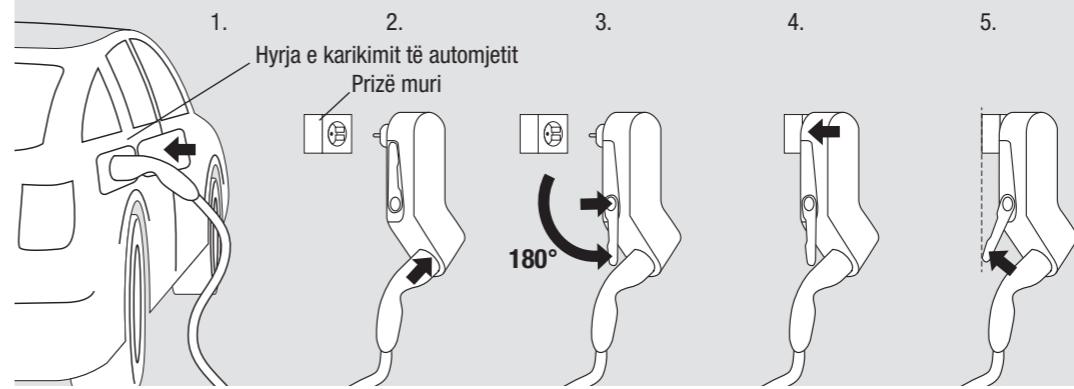

Fig. 2 Sekuenca e karikimit
- Përdorni vetëm Mobility Dock të varur vertikalisht dhe të mbështetur në një prizë muri për të shmangur tërheqjen e prizës (shiko foton fig. 2). Ngarkesat e mëdha mund të dëmtojnë Mobility Dock dhe/ose prizën e energjisë.
- Mos e lidhni dokun e lëvizshmërisë (Mobility Dock) në prizë derisa spina e karikimit të jetë e kyçur në prizën e tipit 2 (C). Përndryshe, priza mund të dëmtohet.
Mobility Dock është një karikues urgjence i Modalitetit 2 për përdorim të rastit, të lëvizshëm. Përdorimi i përhershëm vetëm në një pozicion të sigurt, të palëvizshëm dhe vertikal. Përdorimi vetëm në Mobility Dock të përshtatshëm mekanik dhe elektrik të montuara në mur (shih fig. 2, hapin 5)!